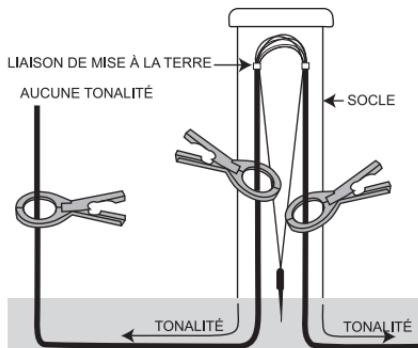

Fig. 10. Points de couplage
L'application du coupleur par dessus la liaison revient à bloquer la tonalité et à empêcher sa transmission au-delà du point de mise à la terre. (Voir fig. 10) On peut contrôler la tonalité en plaçant de façon stratégique le collier dans la direction de l'émetteur.
- Couplage près de l'extrémité :** Pour fournir une tonalité à partir de l'extrémité d'un câble, il faut appliquer une liaison sur l'extrémité du câble ou mettre l'extrémité à la terre. (Voir fig. 10)